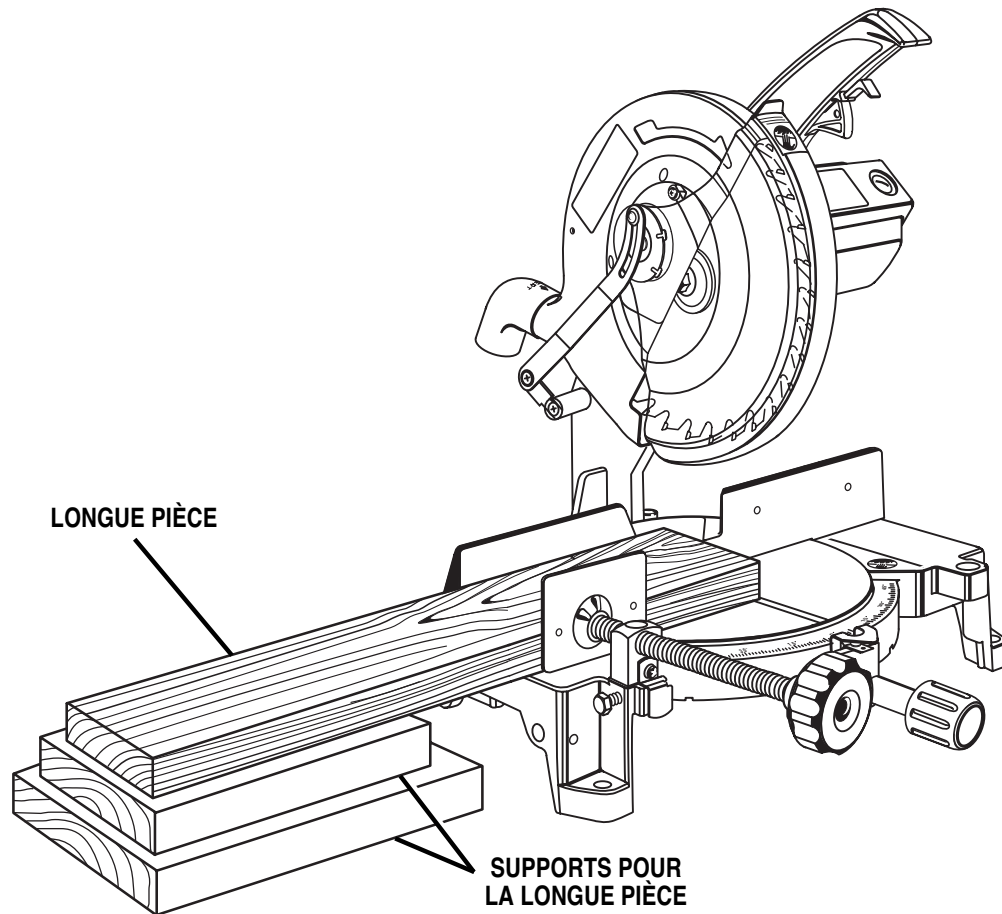

Fig. 23
- Lors de la coupe de longues pièces ou de moulures, retenez l'extrémité opposée de la pièce avec un support à rouleau ou une surface de travail de niveau avec la table de la scie. Voir figure 23.
Voir figure 23.